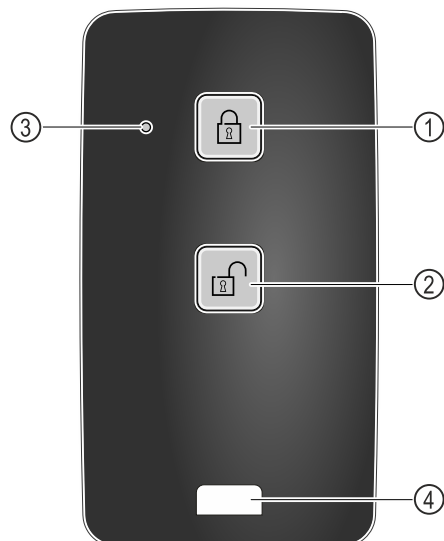

Fig. 212
- (1) Lås låsen
- (2) Lås låsen op
- (3) Status-LED
- (4) Fastgørelsesøje
- Tryk på knappen Fig. 212 (1) på fjernbetjeningen.
- Tryk på knappen Fig. 212 (2) på fjernbetjeningen.
- Status-LED'en Fig. 212 (3) giver en optisk tilbagemelding, når der trykkes på knappen.
- Øje Fig. 212 (4) til fastgørelse af fjernbetjeningen, f.eks. i et nøglebundt.